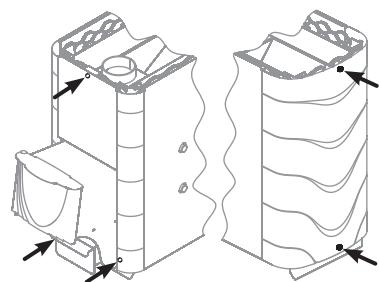

Рисунок 8. Демонтаж конвектора печи «Тунгуска XXL 2013»
- Снять конвектор, открутив 5 саморезов (рисунок 8)